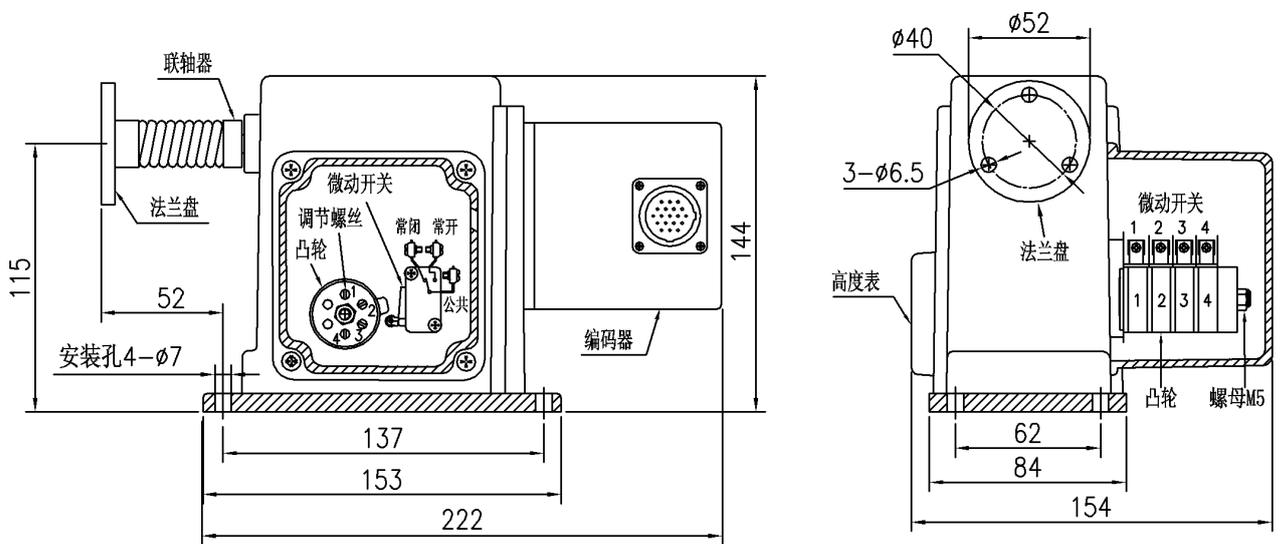
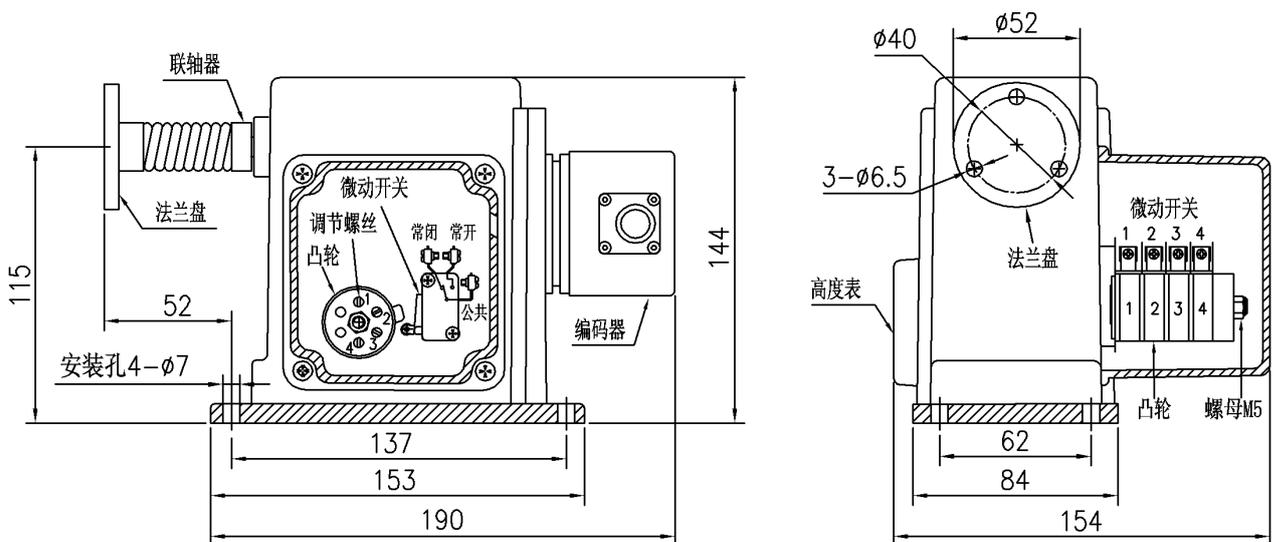

图 2. JBK-2 主令控制高度传感器外形及安装尺寸
图 3. GDK-2 主令控制高度传感器外形及安装尺寸
#### (4) 主令控制限位器的接线（见图 2、图 3）
拆开限位开关外罩，转动传感器输入轴，使仪表或 PLC 的数字显示或指针式高度表的指示由大到小变化到 0 并继续转动约 3~5 厘米，记下此时凸轮的转向。适量松开凸轮轴上的 M5 锁紧螺母，旋转 1 号调节螺丝，使 1 号凸轮按刚才凸轮的转向转动，当 1 号凸轮碰到 1 号微动开关的滚轮并使 1 号微动开关刚刚动作时停止旋转调节螺丝（见图 2 或图 3）。下限调整后拧紧 M5 锁紧螺母，转动传感器输入轴，验证下限开关动作是否准确，如有异常，重复上述过程，直到满足要求后，装上限位开关外罩。
拆开限位开关外罩，转动传感器输入轴，使仪表或 PLC 的数字显示或指针式高度表的指示由小到大变化到上限控制值并继续转动约 3~5 厘米，记下此时凸轮的转向。适量松开凸轮轴上的 M5 锁紧螺母，旋转 3 号调节螺丝，使 3 号凸轮按刚才凸轮的转向转动，当 3 号凸轮碰到 3 号微动开关的滚轮并使 3 号微动开关刚刚动作时停止旋转调节螺丝（见图 2 或图 3）。上限调整后拧紧 M5 锁紧螺母，转动传感器输入轴，验证上限开关动作是否准确，如有异常，重复上述过程，直到满足要求后，装上限位开关外罩。